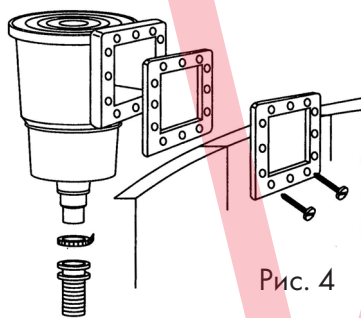

Рис. 4
Установите уплотнение с вырубленными отверстиями в центральную точку наружной стенки и закрепите его по углам металлического листа с помощью крепежного средства. Затем закрепите корпус скиммера. Поз. (1) самыми короткими болтами. Вкрутите переход на шланг 38 x 1 1/2» Поз. (8) с использованием тефлона и плотно привинтите в корпус скиммера Рис. 4).